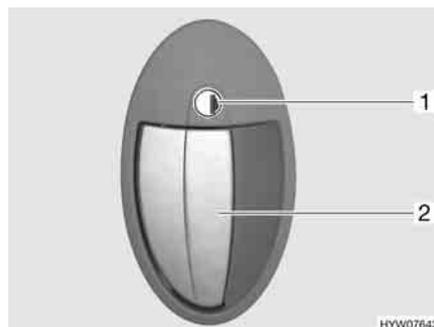

Fig. 32 Serratura della porta, lato esterno
- Inserire la chiave nel cilindro della serratura (Fig. 32,1) e ruotare in senso orario, fino a quando la serratura della porta si sblocca.
- Tirare la maniglia della porta (Fig. 32,2). La porta è aperta.
- Inserire la chiave nel cilindro della serratura (Fig. 32,1) e ruotare in senso antiorario, fino a quando la serratura della porta si blocca.